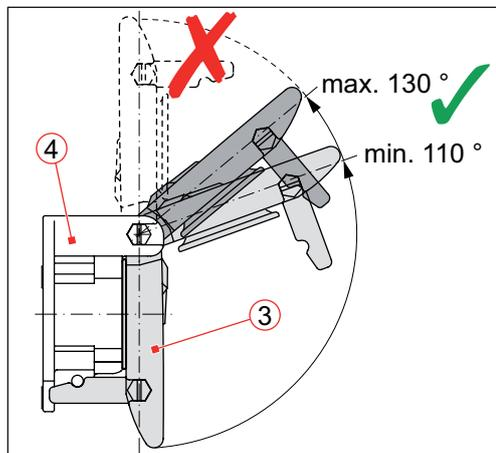

Abb. 20: Klappdeckel (3) der Kupplungsdose (4) aufklappen: Öffnungswinkel mindestens 110°, maximal 130°
- ▶ Den Klappdeckel der Dose um einen Winkel von mindestens 110°, jedoch nicht mehr als 130° aufklappen (siehe **Abb. 20**). Ein Überdehnen des Klappdeckels kann die Lebensdauer der Drehfeder verkürzen und den Klappmechanismus beschädigen.